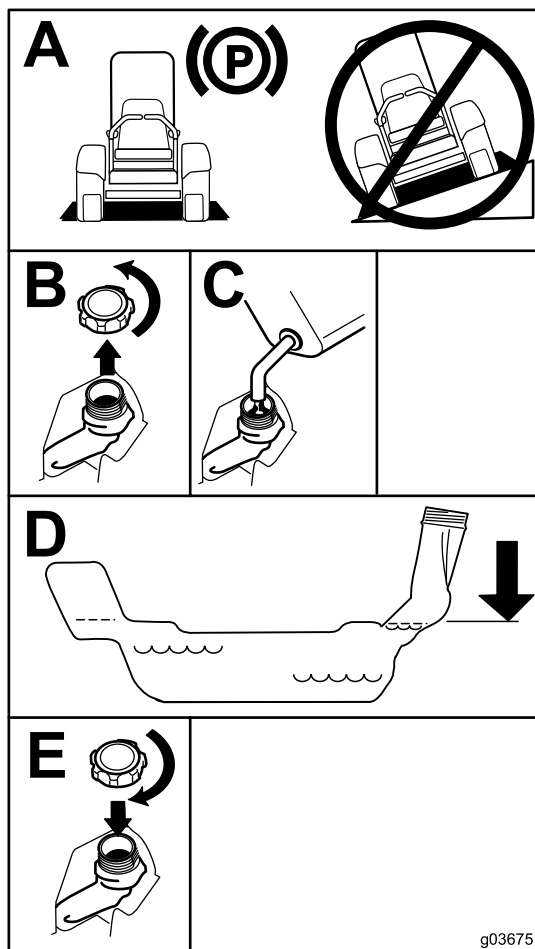

Figura 7
5. Umpleți rezervorul de combustibil până la partea inferioară a buclei (Figura 7).